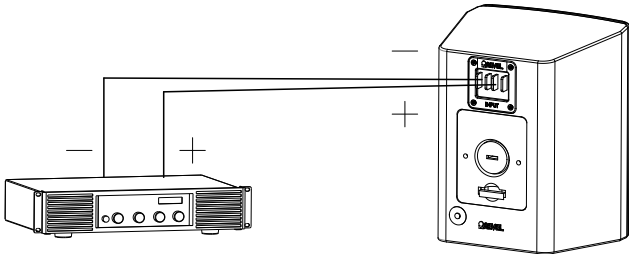

図1.
- 図1に示されているように、ねじを使用してInvisiBall™設置を行ってください。留め具のタイプが壁の素材に対して適切であること、そして壁の素材がラウドスピーカーの重量を支えられることを必ず再度お確かめください。
入力接続-アンプの「+」と「-」出力端子を直接でエンクロージャー背部の(+)と(-)入力端子にシンプルに接続してください(図1をご覧ください)。